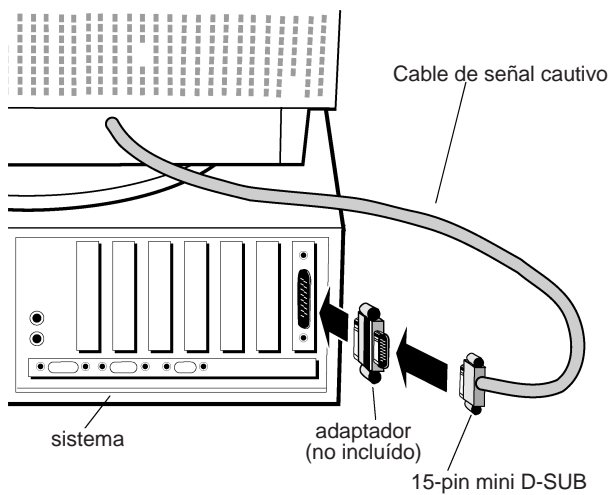

Figura B-1
**Para el Mac:** Conecte el cable adaptador para Macintosh del MultiSync A500+ o MultiSync A700+ (no incluido) al conector de monitor del Macintosh (Figura B.1). Conecte el extremo 15-pin mini D-SUB del cable cautivo de señal al cable adaptador Macintosh en el ordenador (Figure B.1). Apriete los tornillos.